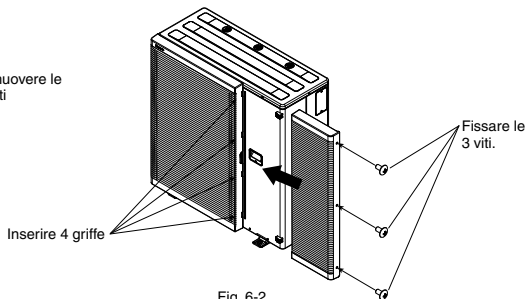

Fig. 6-2
2. Inserire le 4 griffe di scarico (lato destro) [4] e fissare le 3 viti. (Fig. 6-2)